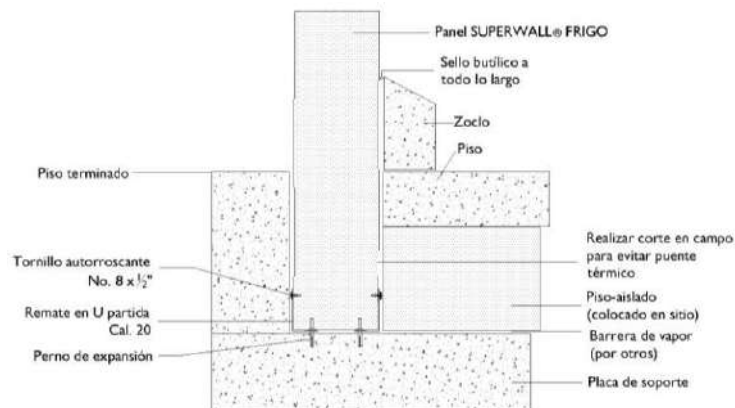

Fig. 6
- 4.3.9 En el caso en que los paneles sean producidos con una película transparente autoadhesiva, ésta debe que ser removida en tierra antes de la primera instalación, pero solo en la parte donde el panel va a estar a la intemperie ya que es recomendable dejare esta película para el colado del concreto y así evitar que la lamina se dañe por el contacto directo del concreto. (Fig. 6)